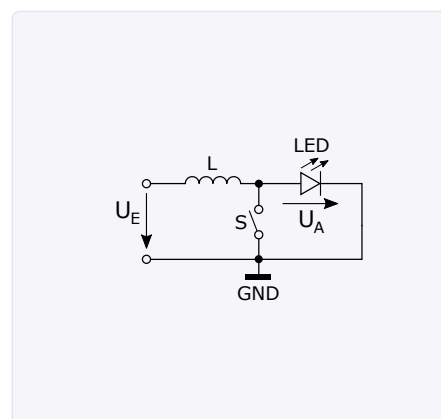

Figure 3. C'est une LED qui remplace diode et condensateur.
Cette tension induite est ajoutée à la tension d'alimentation. Ainsi, la tension U_A appliquée à la diode D est plus élevée que la tension d'alimentation avec laquelle est chargé le condensateur C . Si l'interrupteur S est refermé, le processus se répète. Or, puisqu'une LED est par nature une diode, la diode D peut être remplacée ici par une LED (fig. 3). Laquelle peut être reliée directement au potentiel GND. Comment mettre en œuvre ce principe d'élévation pour une LED avec un μC ? En utilisant habilement les différentes configurations possibles de ses ports ! Les entrées/sorties (E/S) d'un μC peuvent en effet être utilisées soit en mode *push-pull* soit en mode *drain ouvert*. En *push-pull*, un niveau logique de sortie haut (1) se traduit par le potentiel d'alimentation V_{CC} sur la broche du port concerné, tandis qu'au niveau logique bas (0) corres-